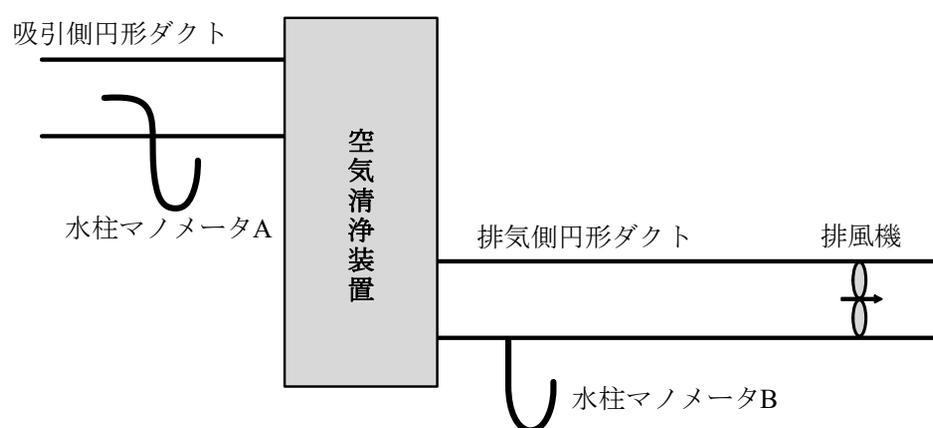

図4 空気清浄装置前後の圧力測定
(3) 図4に示した空気清浄装置前後の水柱マンメータによる圧力測定の結果、水柱マンメータの水面の高さの差（絶対値）は、水柱マンメータAが10 mm、水柱マンメータBが63 mmであった。この結果から空気清浄装置の圧力損失を求めよ。